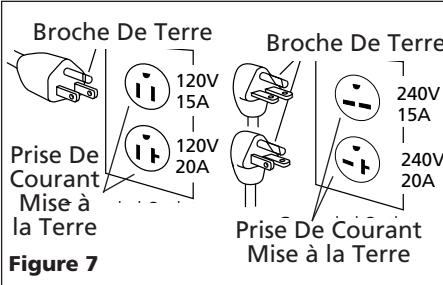

Figure 7
1. Ce produit doit être mise à la terre. Lors d'un court-circuit, la mise à la terre diminue le risque de secousse électrique en fournissant un fil d'échappement pour le courant électrique. Le modèle est équipé d'un cordon avec une broche de terre qui correspond aux types de prises de courant indiquées sur la Figure 7. Si la fiche ne correspond pas dans la prise de courant désirée, la faire remplacer par un électricien qualifié. Terre correctement en respectant tous les codes et règlements locaux.
1. Si la fiche sur le cordon d'alimentation du modèle vous paraît étrange ou si la fiche ne correspond pas à votre prise de courant, se référer à la Figure 7 pour une explication des différentes fiches et des tensions que vous pouvez utiliser avec ces fiches.
Les moteurs à tension double peuvent être branchés pour soi 120 volts ou 240 volts. Déterminer la tension installée à l'usine pour votre compresseur en comparant la fiche sur le cordon avec les prises indiquées sur la Figure 7. Se référer à la décalcomanie sur le moteur afin de changer de tension basse à tension haute.